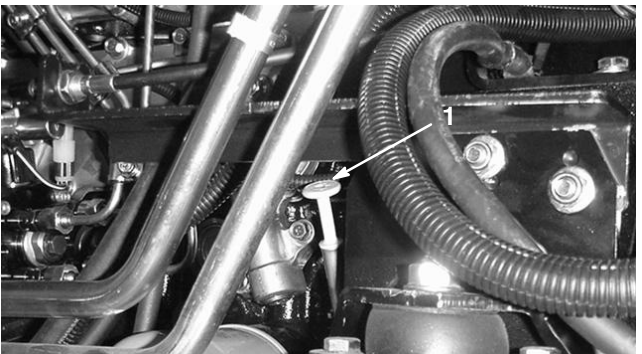
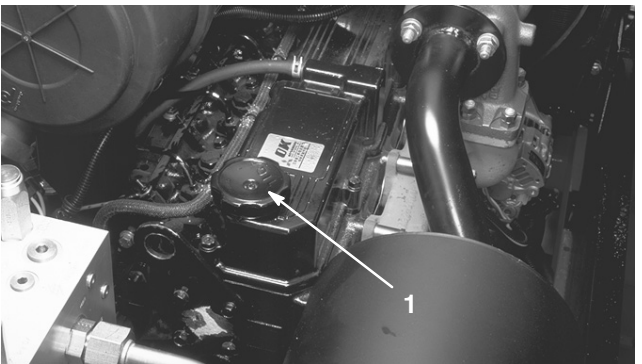
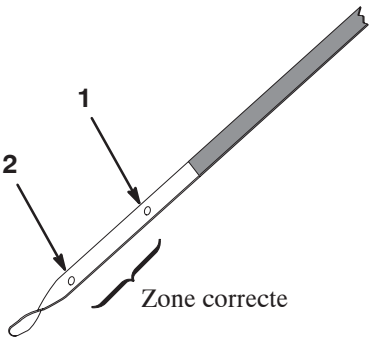

Figure 34
Figure 35
Figure 36
2. Sortez la jauge, essuyez-la sur un chiffon propre (Fig. 34) et remettez-la complètement dans le goulot. Ressortez la jauge et vérifiez le niveau d'huile. Le niveau doit se situer entre les trous supérieur et inférieur de la jauge (Fig. 36).
3. Si le niveau d'huile est bas, retirez le bouchon de remplissage (Fig. 35). Ajoutez de l'huile du type correct dans le réservoir jusqu'à ce que le niveau se situe entre les trous de la jauge (Fig. 36). **Ne remplissez pas excessivement.**